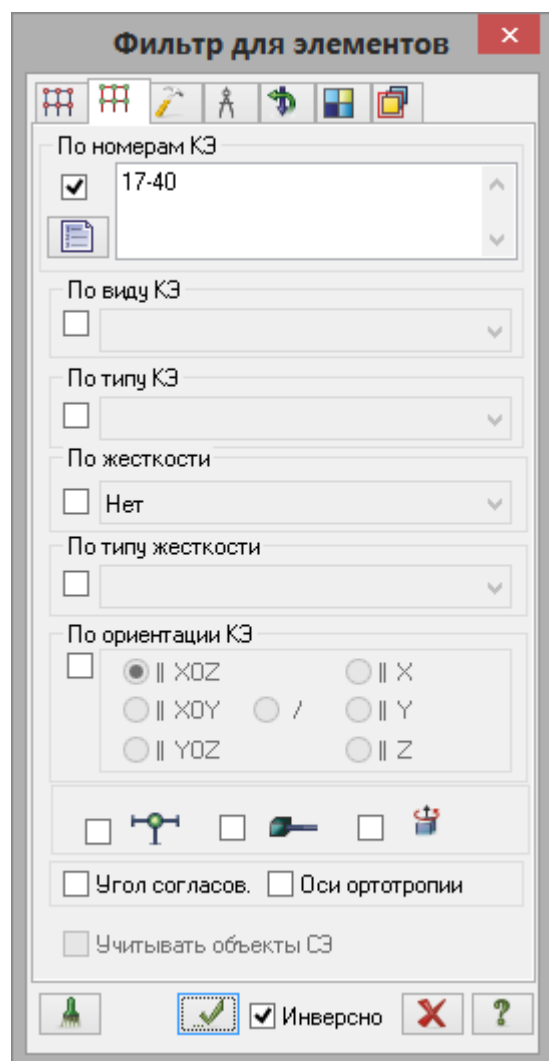

Рис.5.11. Диалоговое окно **Фильтр для элементов**
- Далее установите флажок **По номерам КЭ** и в соответствующем поле введите номера элементов **17 – 40** (рис.5.11).